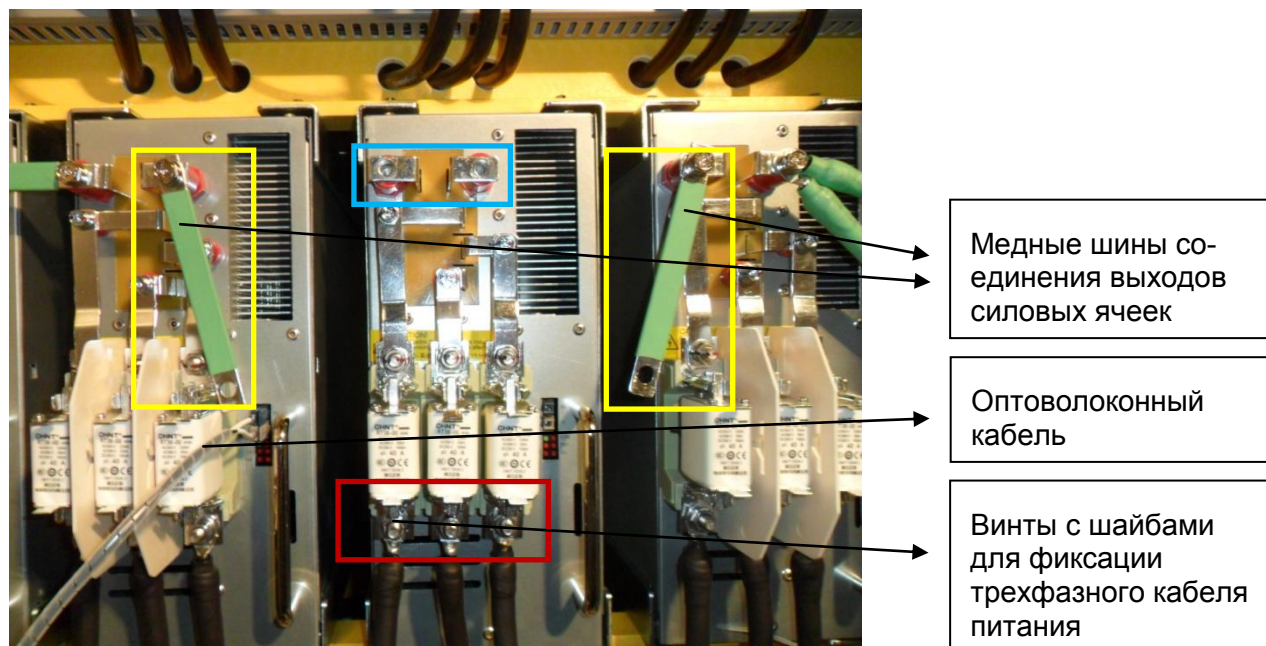

Рис. 10-15 Замена силовой ячейки – 1
- Отсоедините оптоволоконные кабели. Используйте накидной динамометрический ключ M13 для отворачивания винтов соединения медных шин с двух сторон силовой ячейки и винтов крепления трех входных фазных кабелей (Рис. 10-15). Сохраните винты.